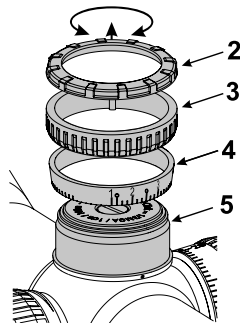

Рис. 3
После пристрелки оружия на дистанции 100 м следует надеть подходящее баллистическое кольцо (4) на ручку регулировки (5) (рис. 3).